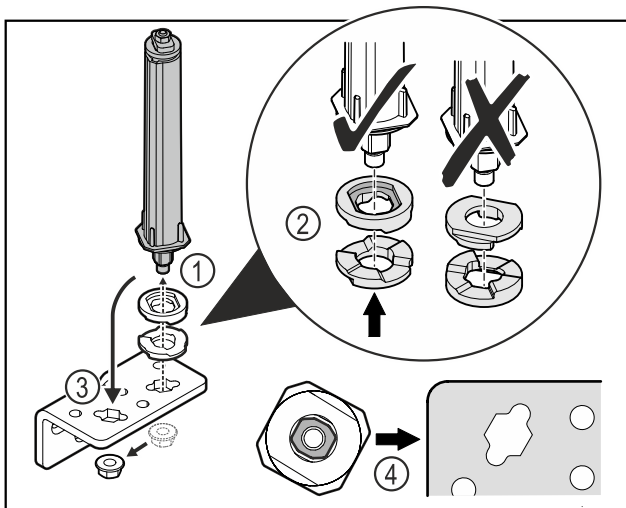

Fig. 31
- Odkręcić nakrętkę i wyjąć system blokujący drzwi Fig. 31 (1).
- Zwracać uwagę na prawidłowe ustawienie podkładek do regulacji wysokości Fig. 31 (2).
- Przełożyć system blokujący drzwi w zawiasie i zamocować nakrętką Fig. 31 (3).
- Przy wkładaniu zwracać uwagę na prawidłowe ustawienie systemu blokującego drzwi Fig. 31 (4).